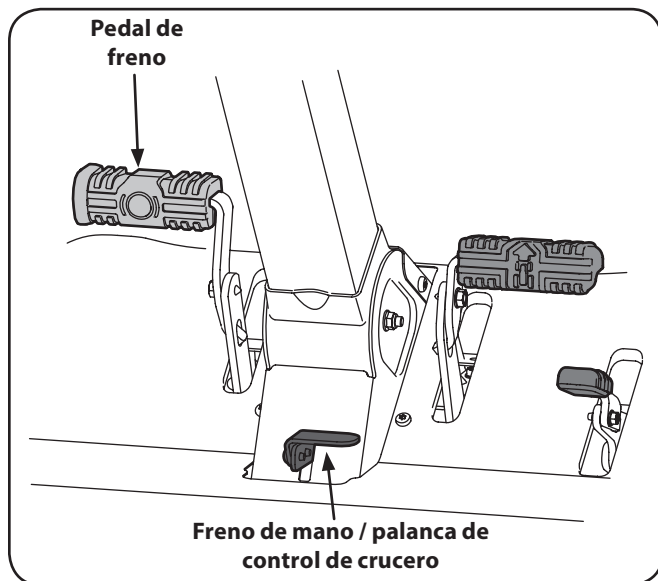

Figura 5-1
2. Ponga el freno de mano oprimiendo hacia adelante el pedal de freno (○), luego oprima la palanca de control de crucero/freno de mano y posteriormente suelte el pedal del freno (○). Consulte la Figura 5-1.
3. Verifique que el interruptor de la toma de fuerza (PTO) se encuentre en posición desactivada (abajo). Consulte la Figura 5-1.